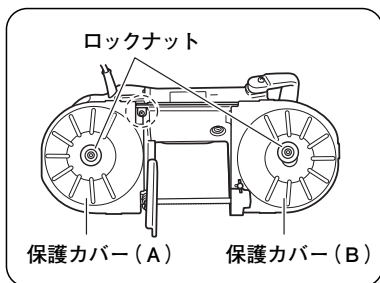

図 29
(図 29)
- (6) 帯のこの刃先部が、のこ車 (A) とのこ車 (B) の外周に乗り上がっていないことを確認し、保護カバー (B)、保護カバー (A) の順番で取付け、ロックナットを締付けます。(前ページの図 29)
注 • 保護カバー (A) 取付け時、保護カバー (B) のステー部先端が下側になるよう取付けてください。(前ページの図 29 点線丸部参照)
- (7) スイッチを入れ、帯のこが異常なく回転すること、保護カバーに接触していないことを確認してください。